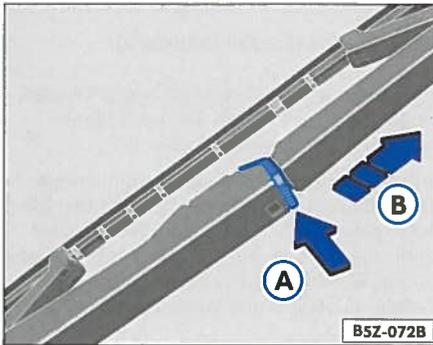

Abb. 97 Scheibenwischerblatt hinten auswechseln
- Entriegeln Sie das Wischerblatt in Pfeilrichtung ⇒ Abb. 97 (A).
- Ziehen Sie das Wischerblatt in Pfeilrichtung (B) ab.
- Schieben Sie ein neues Wischerblatt gleicher Länge und Ausführung entgegen der Pfeilrichtung (B) auf den Wischerarm bis die Verriegelung hörbar einrastet.
- Verriegeln Sie das Wischerblatt entgegen der Pfeilrichtung (A) bis es einrastet.